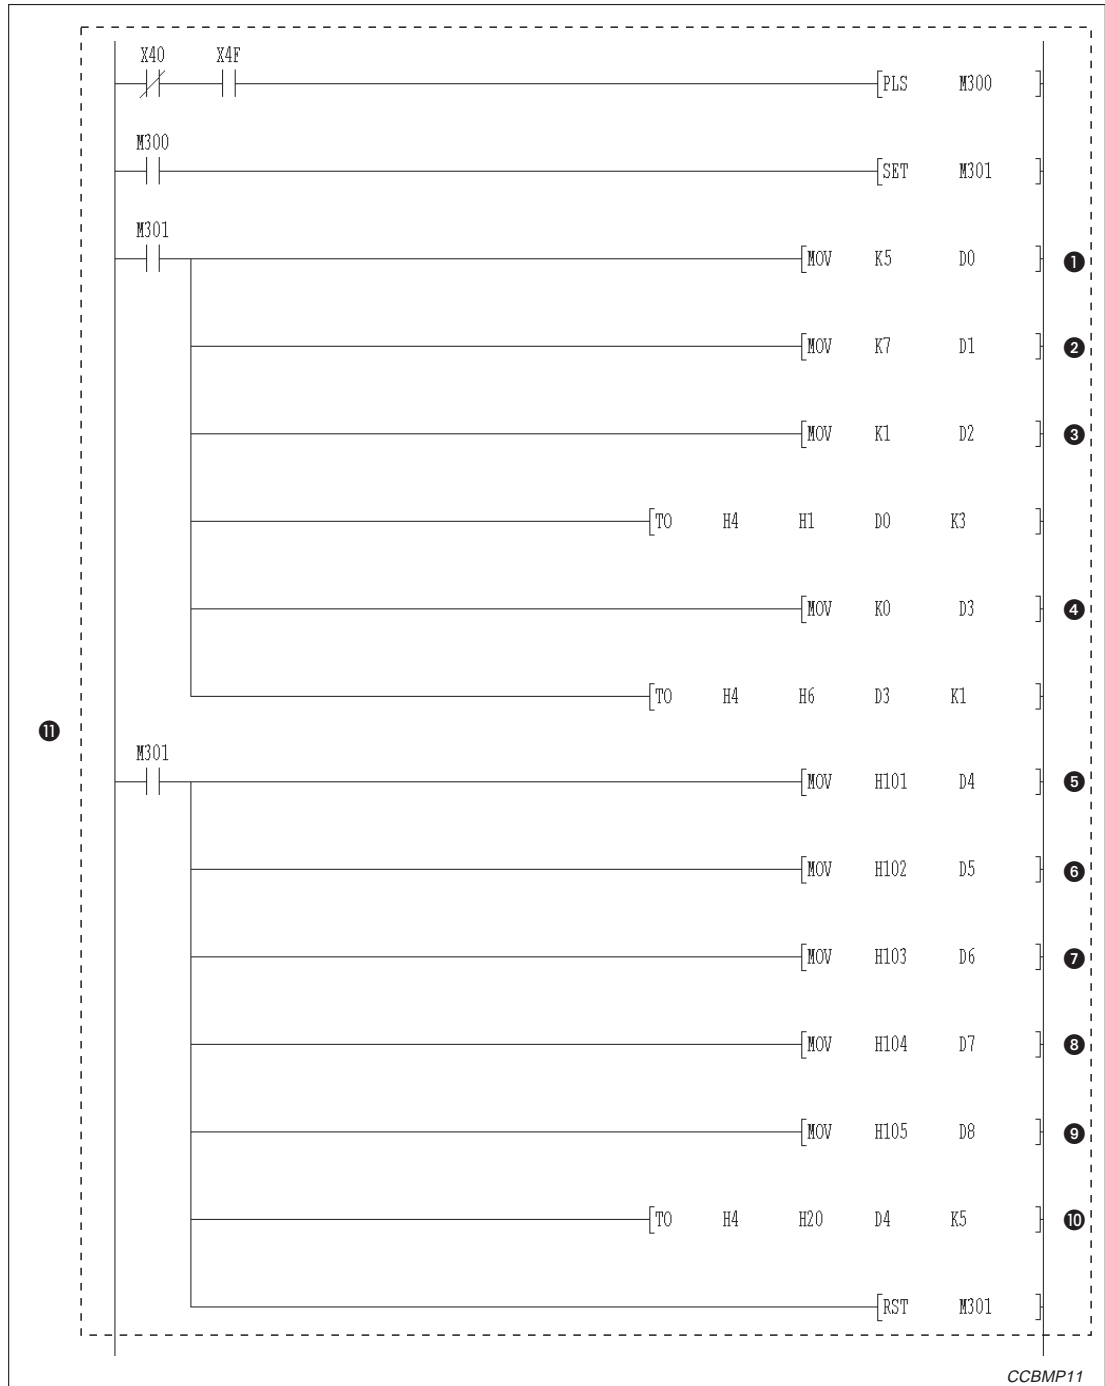

Abb. 11-4: Parametrierung während der Inbetriebnahme (1)
②	Anzahl der Wiederholungen
③	Anzahl der Stationen mit automatischer Eingliederung
④	Verhalten bei einem Stopp der CPU der SPS
⑤	AJ65BTB1-16D (Station Nr.1)
⑥	AJ65BTC1-32D (Station Nr. 2)
⑦	AJ65BTB1-16T (Station Nr. 3)
⑧	AJ65BTC1-32T (Station Nr. 4)
⑨	AJ65BTB1-16DT (Station Nr.5)
⑩	Stationsinformationen
⑪	Einstellung der Parameter
**Tab. 11-4:** Erläuterung zum Beispielprogramm (Abb. 11-4)